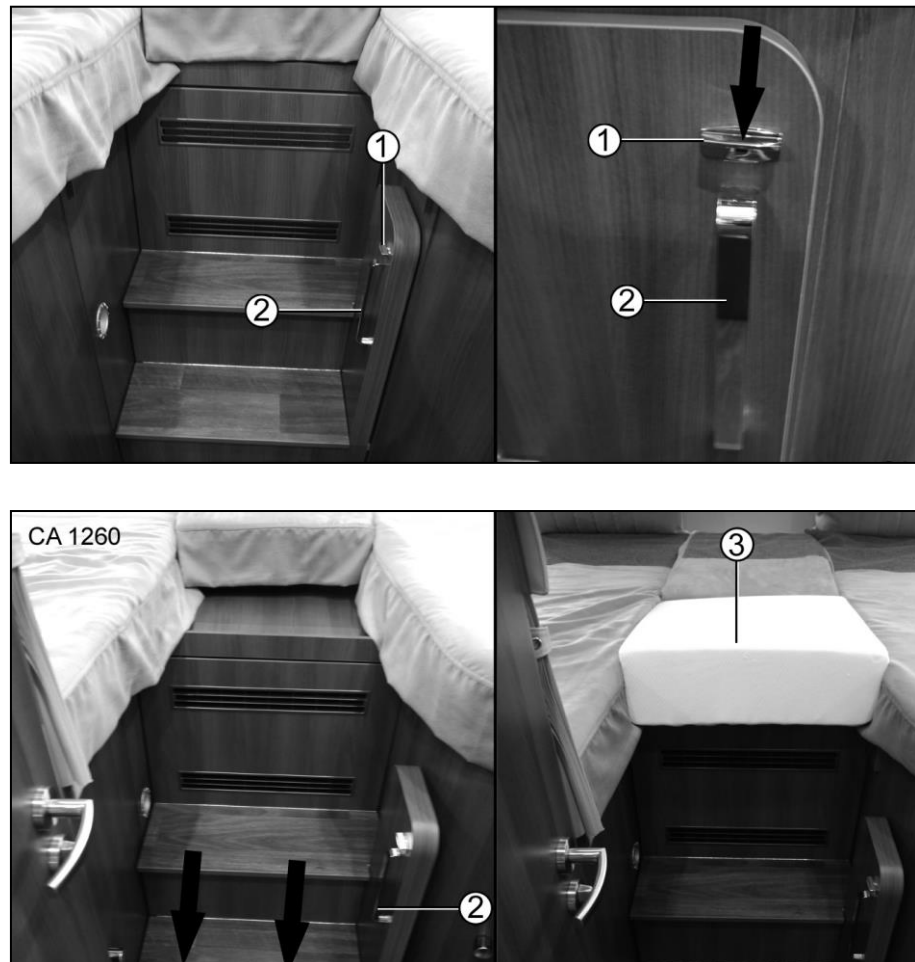

Fig. 80 Transformation du lit
1. Actionner l'interrupteur (Fig. 80/1).
2. Tirer le marche-pied avec la poignée (Fig. 80/2) en direction de la cabine jusqu'à ce qu'il encliquette.
3. Placer un coussin d'appoint (Fig. 80/3) sur la surface libre.